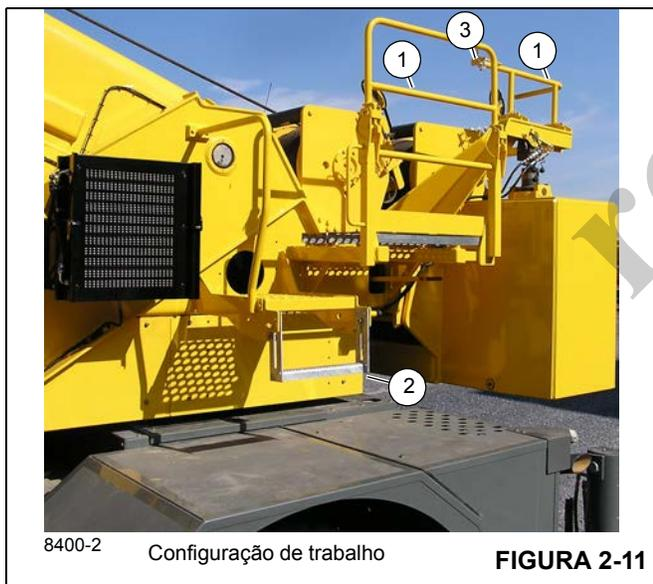

FIGURA 2-11
1. Remova os pinos dos corrimãos (1) (Figura 2-11), gire os corrimãos para cima até a posição de trabalho e instale novamente os pinos.
2. Puxe para fora o pino de trava do degrau, puxe para fora o degrau (2) e gire-o para baixo até a posição de trabalho e solte o pino de trava.
3. Fixe a corrente (3) entre os dois corrimãos.